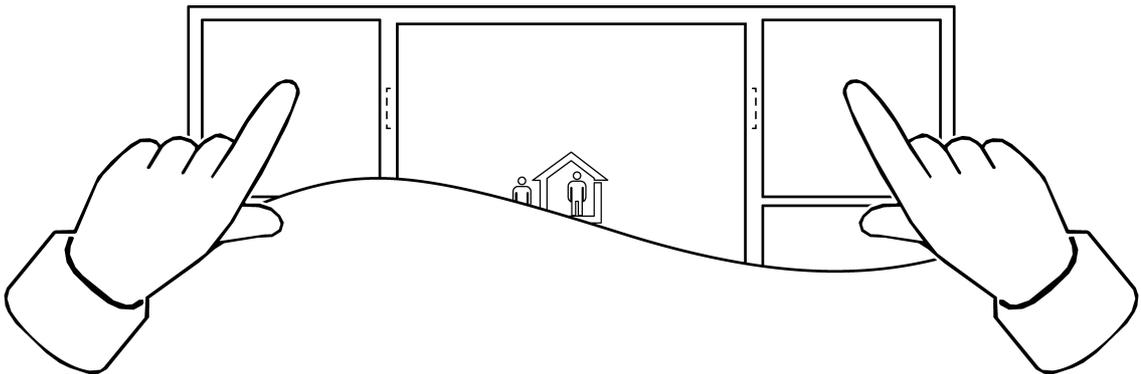

Figura 1: Abrir menú o abandonar
- Cambiar al menú: pulsar simultáneamente las dos teclas superiores (figura 1).